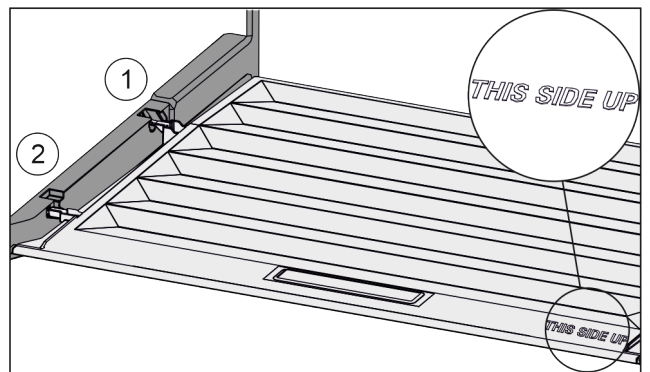

Fig. 148
- ▶ Vie kannen korkeosa takimmaisessa kiinnittimessä Fig. 148 (1) olevan aukon kautta sisään ja kiinnitä se edessä kiinnittimeen Fig. 148 (2).